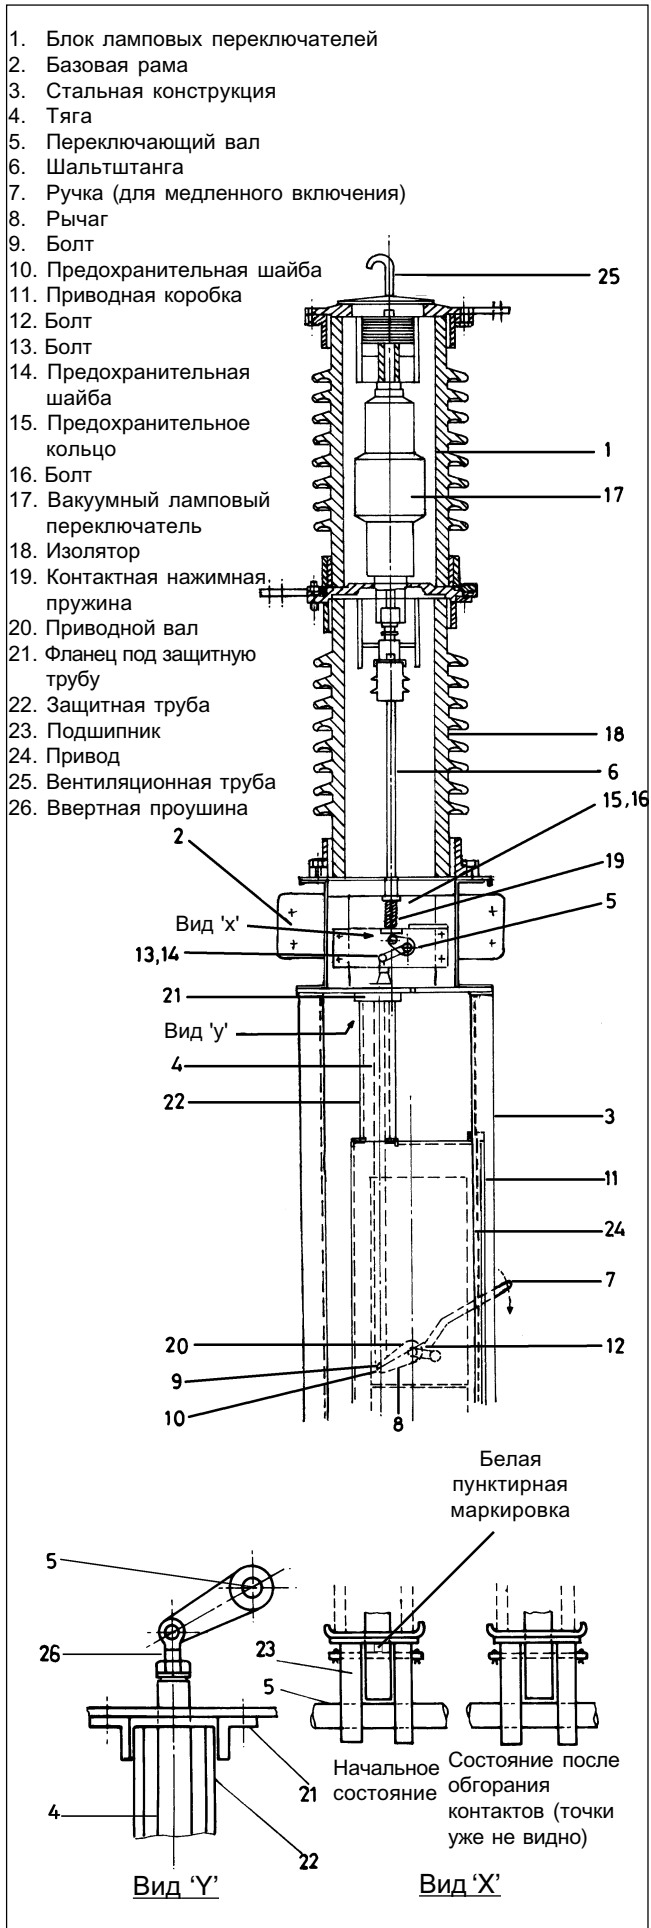

Рис. 7. Разрез блока ламповых переключателей на базовой раме и стальной конструкции
3.1 Устройство (Рис.: 7, 10 & 11)
Вакуумный ламповый переключатель устанавливается в фарфоровом изоляторе, образуя, таким образом, блок ламповых переключателей (деталь 1, рис. 7). Три такие блока устанавливаются на базовой раме (деталь 2, рис. 7), имеющей общий переключающий вал. Этот блок устанавливается на стальной конструкции (деталь 3, рис. 7), благодаря которой линейные контакты располагаются на безопасном расстоянии над землей. Конструкция включает в себя также привод (деталь 24, рис. 7). Здесь размещены аккумулятор и все управляющие и исполнительные устройства. Силовые выключатели могут приводиться в действие как с центрального поста дистанционного управления, так и на месте вручную.
Показано положение механического индикатора ВКЛ-ВЫКЛ (деталь 9, рис. 7), индикатор „Пружина взведена“ (деталь 8, рис. 11) и счетчик. Кроме того показана также кнопка ВКЛ (деталь 3, рис. 11) и кнопка ВЫКЛ (деталь 6, рис. 11). На этом рисунке также изображено отверстие для вставки кривошипной рукоятки (деталь 15, рис. 11), применяемой для завода пружины в ходе работ по техническому обслуживанию либо при отключении управляющего напряжения.
При поступлении команды на включение включающая пружина (деталь 12, рис. 11), взведенная заранее вручную или от двигателя, приводит в действие подвижный контакт через приводной вал (деталь 20, рис. 7), тягу (деталь 4, рис. 7), переключающий вал (деталь 5, рис. 7) и шальтштангу (деталь 6, рис. 7).
При включении взводятся включающая пружина (деталь 13, рис. 11) и контактные нажимные пружины (деталь 19, рис. 7). Включающая пружина силового выключателя, приводимого в действие от двигателя, вновь взводится (в течение 15 секунд) после включения силового выключателя.